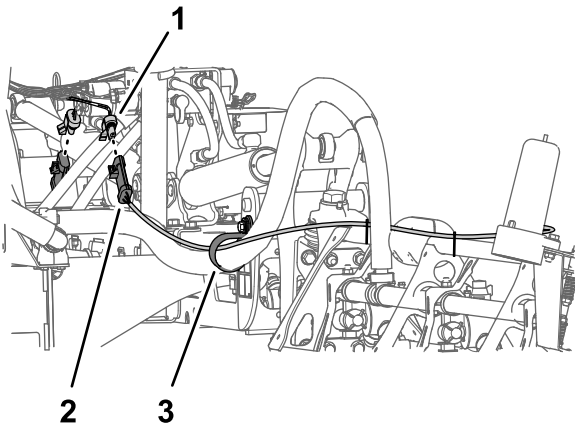

Bild 24
1. Schließen Sie den 3-Stift-Stecker des Kabelbaums für die Nivellierung für den Ultra Sonic Boom vom 3-Buchsen-Stecker des Maschinenkabelbaums ab (Bild 24).